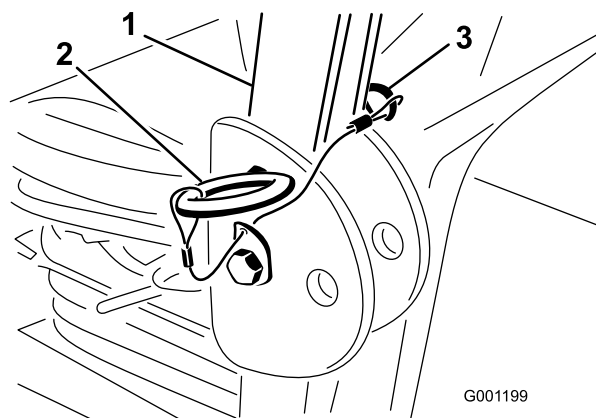

Figura 8
1. Retire los pasadores de horquilla y retire los dos pasadores de la barra anti-vuelco (Figura 8).
2. Eleve la barra anti-vuelco a la posición vertical, instale los dos pasadores y fíjelos con los pasadores de horquilla (Figura 8).